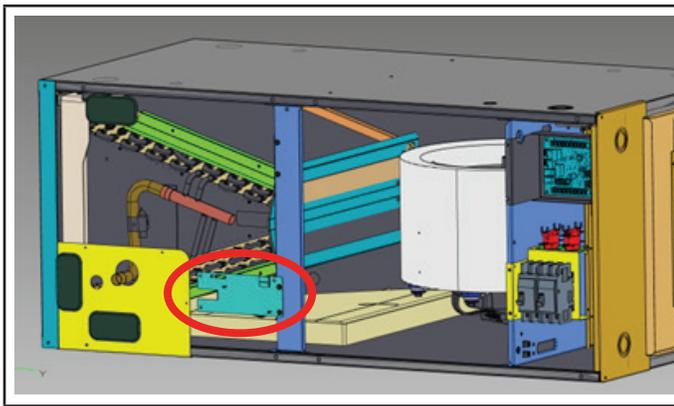

FIGURA 9
- 3 - Una vez retirados los paneles de la unidad de manejo de aire, instale el conjunto del soporte del sensor en la unidad alineando los orificios en el soporte central, como se muestra en la figura 9. Nota: El sensor debe estar orientado hacia el interior de la unidad.